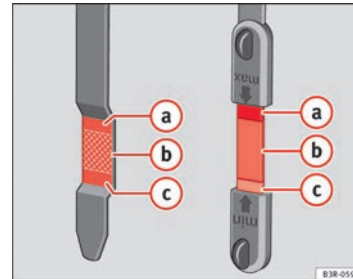

Abb. 180 Markierung am Ölmesstab
- Den Messstab anschließend wieder herausziehen und den Ölstand ablesen ⇒ Abb. 180. Füllen Sie gegebenenfalls Motoröl nach ⇒ Seite 248.